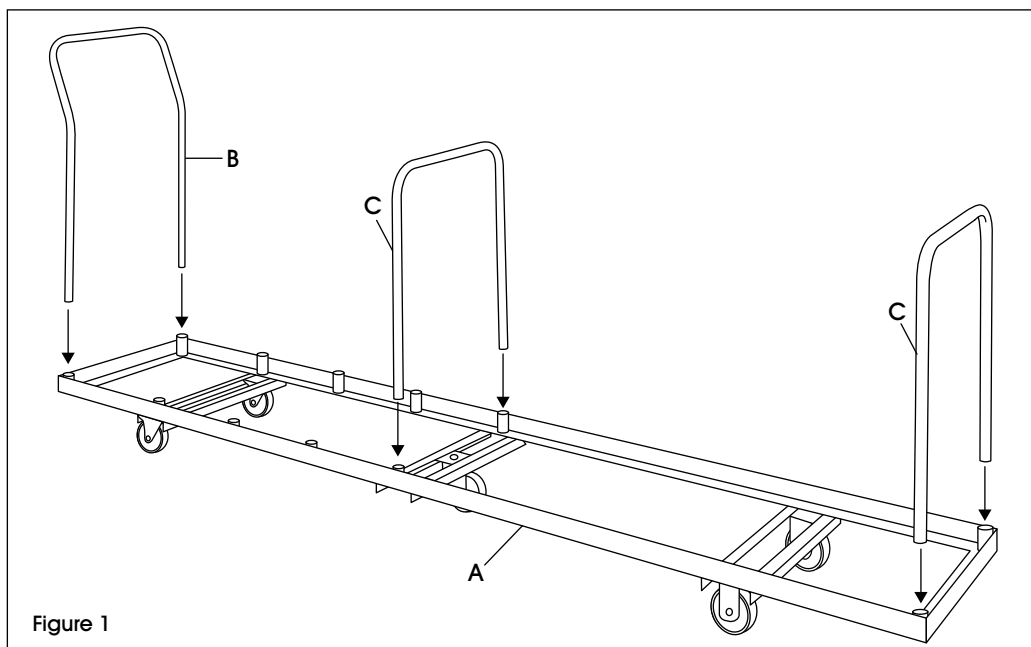

Figure 1
2. Insérez la poignée incurvée (B) dans les emboîtures situées à l'extrémité du cadre de socle (A) où se trouvent les roulettes pivotantes. (Voir Figure 1)
3. Insérez une poignée droite (C) dans les emboîtures de l'autre extrémité du cadre de socle roulant (A). (Voir Figure 1)
4. Chargez la quantité désirée de chaises sur le socle roulant et placez la deuxième poignée droite (C) dans les emboîtures correspondant le mieux à la quantité de chaises chargées. Ces emboîtures sont situées à des intervalles définis sur le cadre de socle roulant (A). (Voir Figure 1)